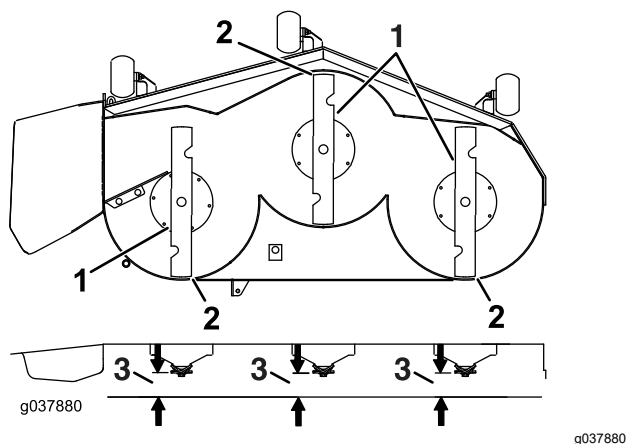

Figura 82
7. Compruebe la inclinación longitudinal de las cuchillas (**Figura 82**). Asegúrese de que la punta de la cuchilla delantera está más baja que la punta de la cuchilla trasera, según se muestra en la tabla *Altura de los bloques e inclinación*. Si es necesario un ajuste, siga con este procedimiento.